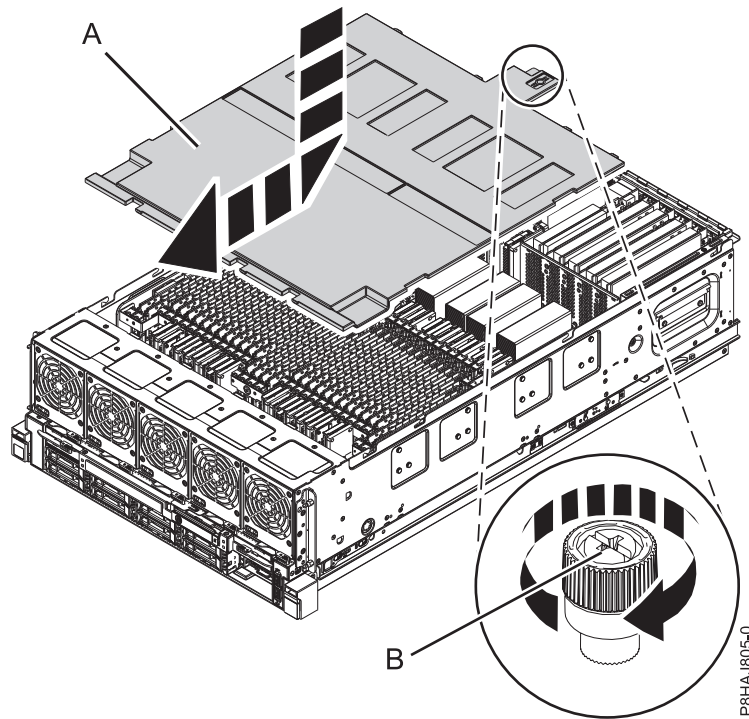

Figura 41. Sustitución de la cubierta de seguridad
2. Presione la cubierta de seguridad (A) hacia el chasis.
3. Apriete el tornillo de mano (B) girándolo en la dirección que se muestra en Figura 41 en la página 61 para fijar la cubierta de seguridad en el chasis.